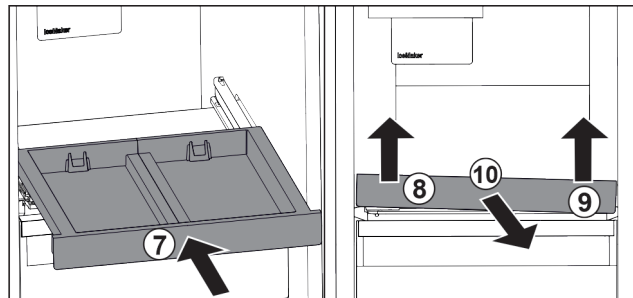

Fig. 30
- Rentrer le compartiment coulissant. Fig. 30 (7)
- Soulever le compartiment coulissant au niveau de la partie avant gauche. Fig. 30 (8)
- Soulever le compartiment coulissant au niveau de la partie avant droite. Fig. 30 (9)
- Retirer le compartiment coulissant par l'avant. Fig. 30 (10)